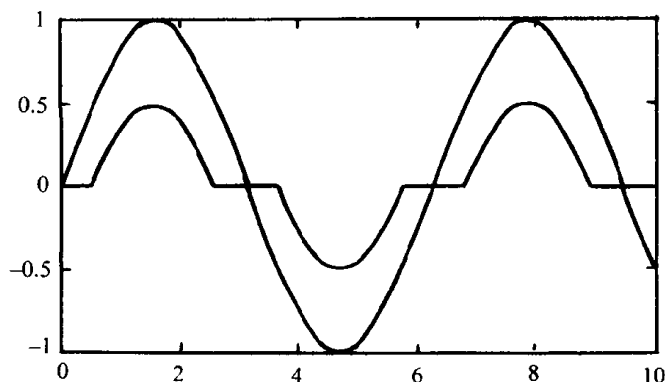

图 8-2 Dead Zone 模块的输出曲线
执行模型后，在 MATLAB 命令窗口用绘图命令 plot 就可以绘出输出曲线，它如图 8-2 所示。从图中可以看出，当正弦波的幅度处于  $[-0.5, 0.5]$  范围内时，Dead Zone 模块的输出为 0，而在其他区间，为了保证输出曲线的连续性，所以要按照前面说的 (2)、(3) 点来处理。